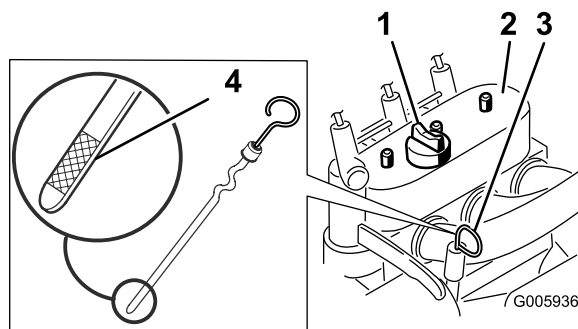

図 29
4. ディップスティック取り付け部の周辺をきれいにぬぐう 図 29。
5. ディップスティックを抜き、先端の金属部分 図 29 をウェスできれいに拭く。
6. ディップスティックを補給管の中にしっかりと差し込む 図 29。
8. 油量が少なければ、オイル補給口のキャップの周囲をきれいに拭き、キャップを外す 図 29。
13. オイル補給口のキャップ **図 29**を取り、所要量の約 80% のオイルを、バルブカバーから入れる。